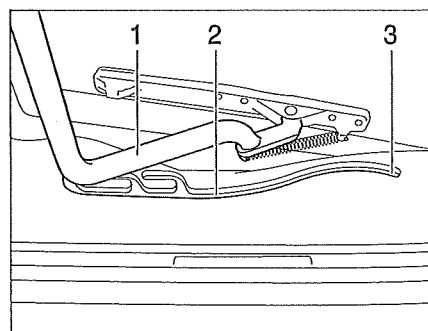

Bild 42 Heki-taklucka, spår
■ Dra in bygeln (Bild 42,1) i spåren (Bild 42,2) till den bakersta positionen (Bild 42,3).
Stänga: ■ Tryck bygeln (Bild 42,1) lätt uppåt med båda händerna.
■ Drag bygeln till önskad position i spåret (Bild 42,2).